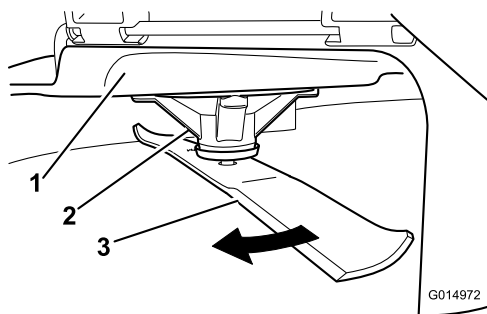

Figura 74
2. Indossando guanti dalla spessa imbottitura o altre protezioni idonee per le mani, ruotate lentamente la lama in una posizione che consenta di misurare la distanza tra il bordo di taglio e la superficie piana su cui si trova la macchina (**Figura 74**).